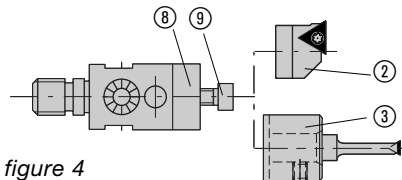

figure 4
La face d'ajustage ⑧ est prévue avec des crans de telle sorte que différents porte-plaquettes ② et entretoises ③ puissent être simplement et rapidement fixés (figure 4).
Bloquer la vis ⑨ avec un couple de **2 Nm** (figure 4).